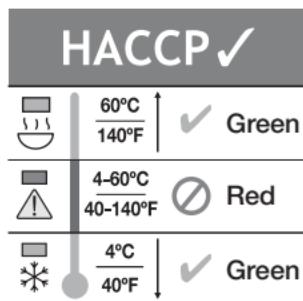

Figura 7
- Un indicador LED rojo muestra cuando las temperaturas se encuentran dentro de la “Zona de Peligro” del HACCP entre 4°C y 60°C (40°F a 140°F) donde el desarrollo microbiano sucede con mayor rapidez. (*Figura 7*).